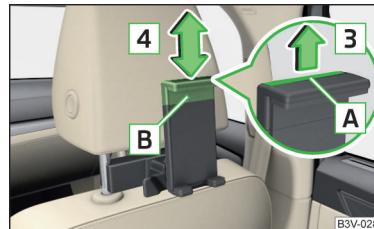

Abb. 138 Haltergröße anpassen
- Zur **Anpassung der Haltergröße** die Sicherungslasche **A** in Pfeilrichtung **3** herausziehen und den Teil **B** in Pfeilrichtung **4** in die gewünschte Position verschieben » Abb. 138.